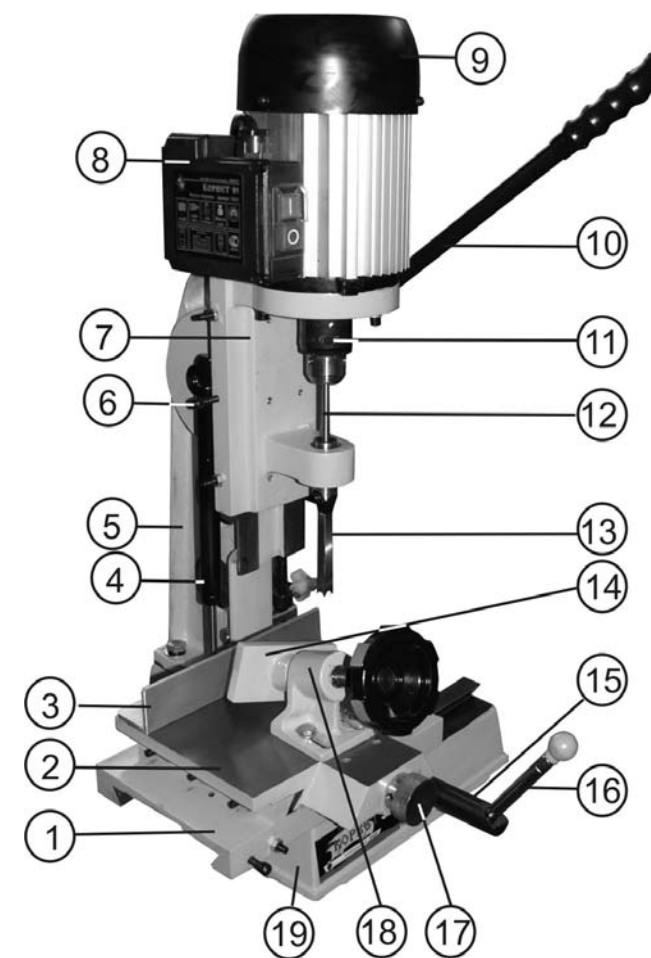

Рис.2
7.1. Машина состоит из следующих сборочных единиц и деталей (Рис.2, 3)
8.2.2. Как показано на Рис.2, на валу (15) установите и закрепите ручку продольного перемещения (16).
### 10.1. Подготовка к работе (Рис. 2,3)
### 10.2. Выполнение основных операций (Рис.2,3)